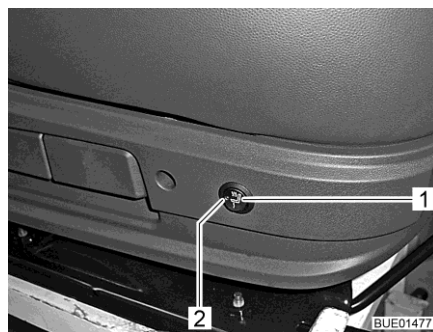

Fig. 32 Interruptor de la calefacción de asiento
- Pulsar el interruptor (Fig. 32,1) en la parte posterior del lado izquierdo de la consola del asiento.
Cuando la calefacción de asiento está en funcionamiento, el LED (Fig. 32,2) se enciende.
- Colocar el interruptor (Fig. 32,1) a la posición central. El LED se apaga.